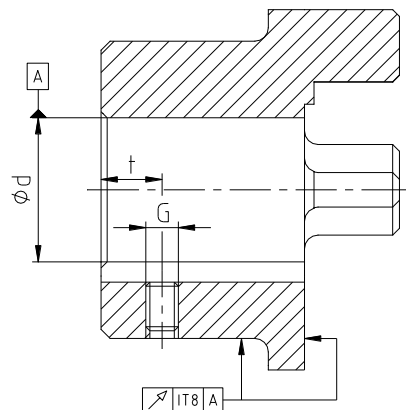

Fig. 9: Exactitatea rulării radiale și axiale
- La fabricarea alezajului butucilor de către client, trebuie respectată exactitatea funcționării radiale și axiale (vezi fig. 9).